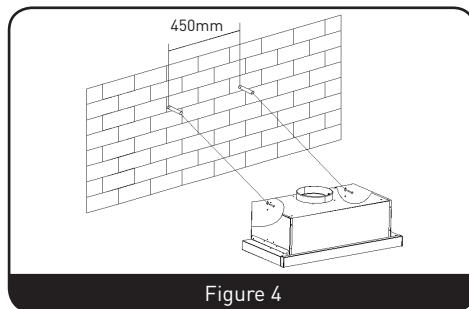

Figure 4
- Percez 2 trous de Ø8 mm dans un endroit approprié en les centrant par rapport au trou du dos de la hotte aspirante. (Ces deux trous doivent être alignés à l'horizontale) (Figure 4)